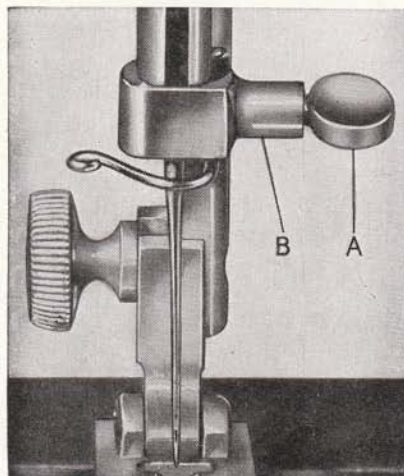

Abb. 3.
Die Nadelhalterschraube (A in Abb. 3) lösen. Die Nadel in den Nadelhalter (B) einsetzen und ganz nach oben schieben. Achten Sie darauf, dass die flache Seite der Nadel von Ihnen abgewendet ist! Dann Nadelhalterschraube fest anziehen und kontrollieren, ob die Nadel richtig eingesetzt ist. Die lange Rinne über dem Ohr muss Ihnen zugewendet sein. Die Doppelnadel ist auf gleiche Weise einzusetzen.